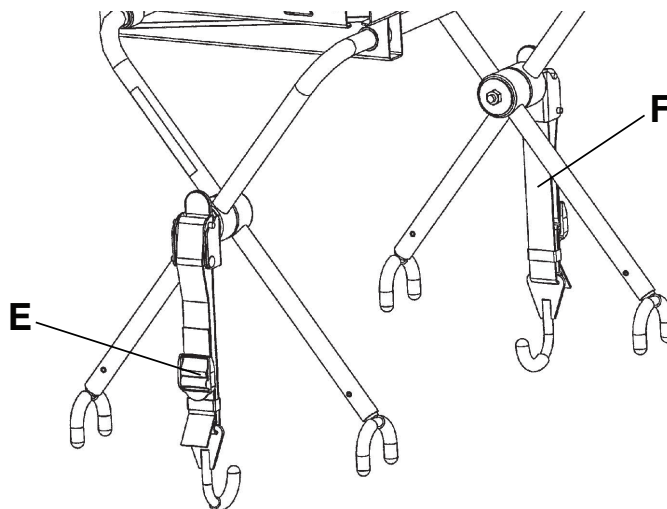

Figur 27 – Placering af låsekrog (model 6506 vist)
6. Placér kroglåsen (C) under bærelejets ramme eller fodendebeslaget, og skub tappen (D) opad, indtil den låser på plads på den ene side med et klik (Figur 27). Gentag på den modsatte side. Ved **Power-LOAD** compatible bærer, hvis aktuelt, skal stropperne forlænges og fæstnes til fodendebeslaget (Figur 28).